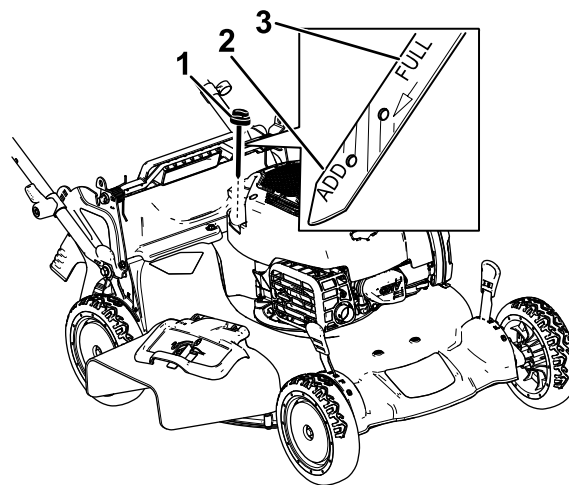

Bild 26
3. Entfernen Sie den Peilstab, indem Sie den Deckel nach links drehen und herausziehen (Bild 26).
10. Lesen Sie den Ölstand am Peilstab ab (Bild 26).